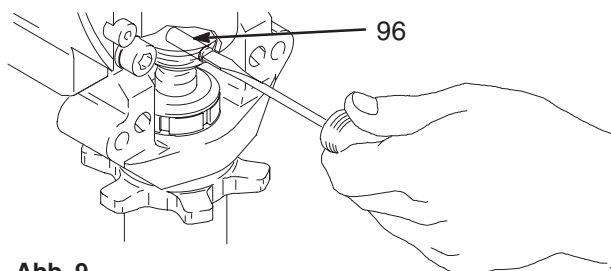

Abb. 9
5. Abb. 9. Mit einem Schraubenzieher die Haltefeder nach oben drücken und den Stift (96) herausdrücken.
2. Abb. 9. Stift (96) in das Loch drücken. Und Haltefeder in die Nut ringsum die Verbindungsstange drücken.